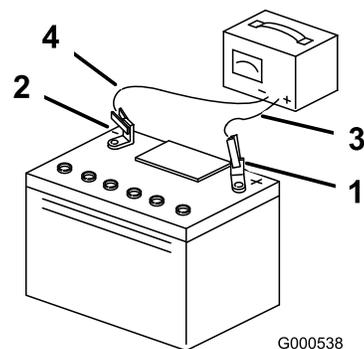

Figura 53
5. Quando a bateria estiver totalmente carregada, desligue o carregador da tomada eléctrica e em seguida desligue os cabos do carregador dos bornes da bateria (Figura 53).